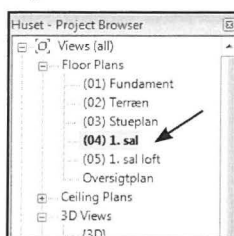

Fig. 09.113. *Project Browser*.
- Stå i (04) 1. sal i *Project Browseren* (Fig. 09.113).